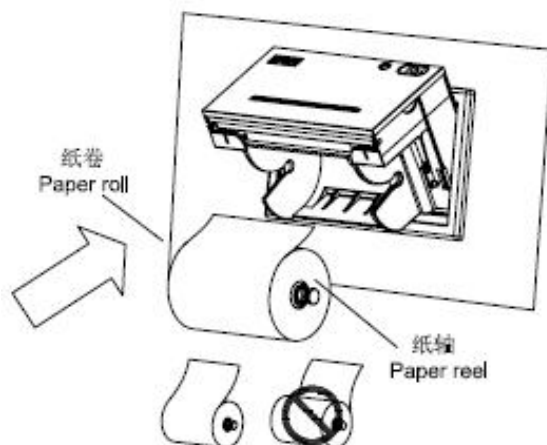

图 2-4
(3) 将纸卷按照图 2-4 所示方向装入纸轴，捏住纸轴两端，将纸卷放入纸仓，松开纸轴后卡紧即可。